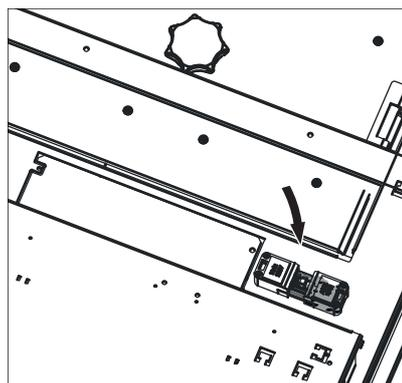

Fig. 47 Débrancher la fiche secteur de l'appareil
► C'est pourquoi il faut absolument mettre la chaudière hors tension lors de travaux de nettoyage ou de réparation (par ex. en débranchant la fiche de secteur) – Fig. 47.
- ▶ C'est pourquoi il faut absolument mettre la chaudière hors tension lors de travaux de nettoyage ou de réparation (par ex. en débranchant la fiche de secteur) – Fig. 47.
- ▶ Brancher la fiche secteur de l'appareil – Fig. 47.